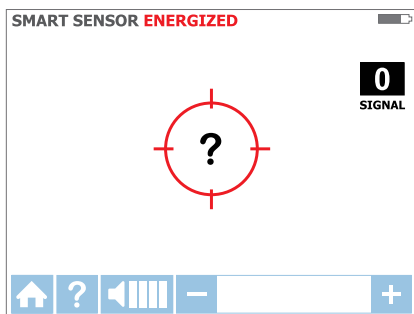

Figura 3.1c
3. Tenere il ricevitore con il sensore Smart sul retro dell'unità di fronte alla zona di destinazione. Se sullo schermo lampeggia un "?" in un bersaglio rosso, significa che non è rilevato alcun segnale. Spostare il sensore Smart più vicino alla zona di destinazione fino a quando il segnale è rilevato e si vede una freccia direzionale. Se non è rilevato alcun segnale, aumentare la sensibilità utilizzando il tasto "+" del ricevitore. (Vedi Figura 3.1c)*